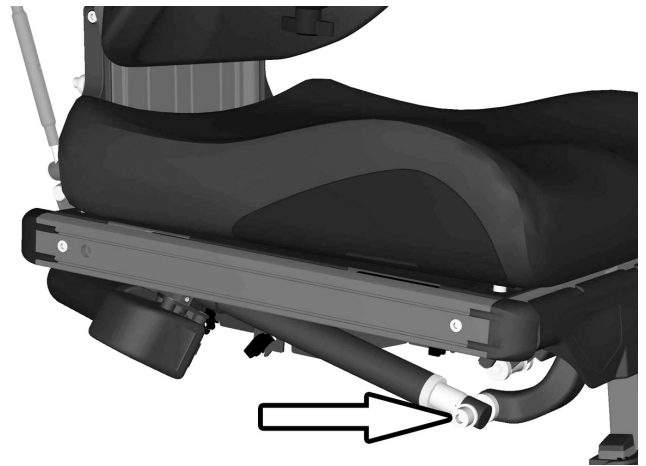

Abbildung 72. Befestigungsschrauben der Stellvorrichtung
5. Stellvorrichtung wieder an die Beinstütze montieren, die mit einer Schraube befestigt ist. Siehe Abbildung. 72.